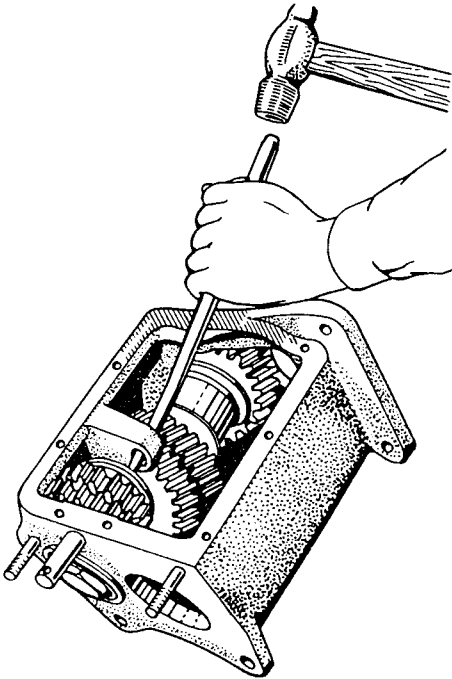

Bild 83. Ausbau des Rückwärtsangradsatzes
4. Sicherungsscheibe für Achse des Rückgangradsatzes ausschrauben und Achse nach hinten zur Abnahme des Rädersatzes austreiben (Bild 83).